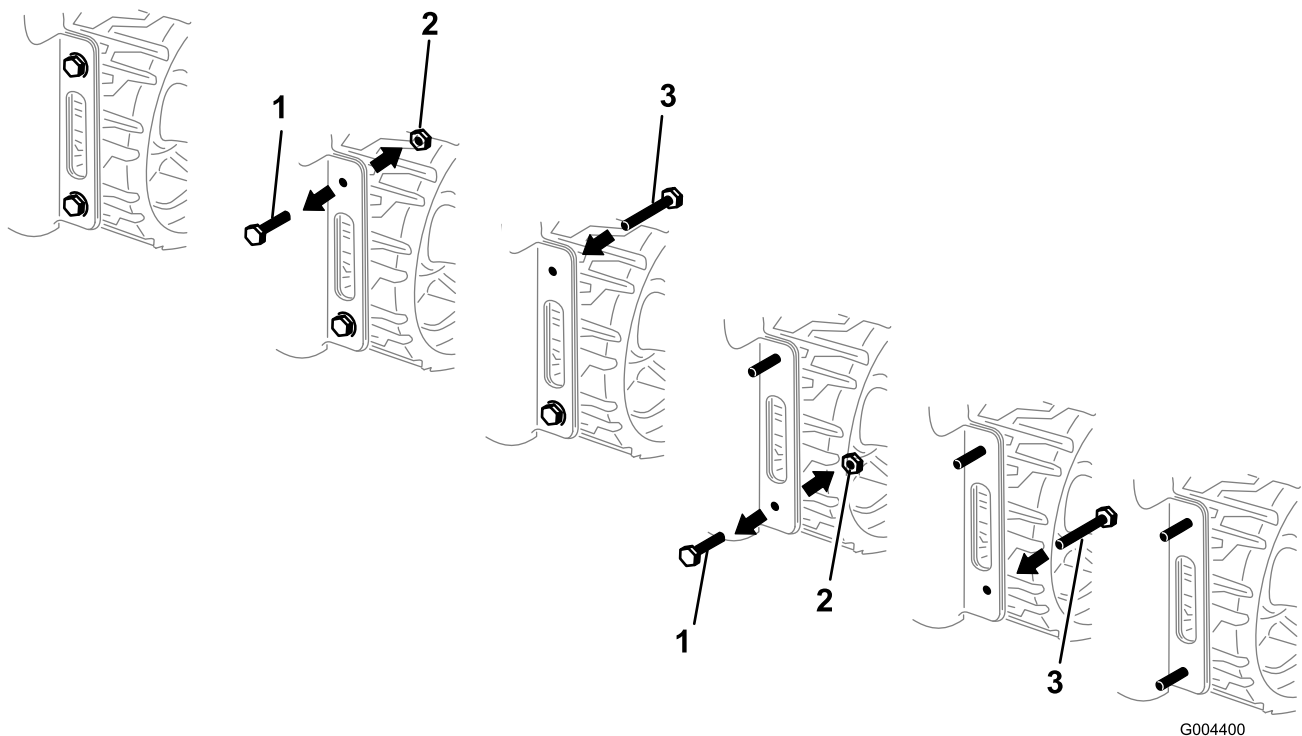

Bild 3
2. Tauschen Sie nacheinander die vier Schrauben und Muttern, mit denen die Seiten der unteren hinteren Abdeckung am Rahmen befestigt sind, durch vier neue Schrauben (½" x 1½") aus, wie in Bild 3 abgebildet.